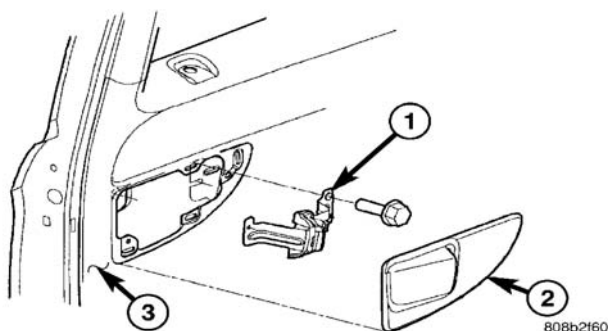

图 1 滑动门限位缓冲块
- （2）从车上卸下缓冲块边框（图 1）。
- （1）将缓冲块边框装入到位（图 1）。
- （2）松开将限位缓冲块后部连接到车门内板的螺钉（图 1）。
- （2）安装螺钉，将限位缓冲块前部固定到车门内板上（图 1）。